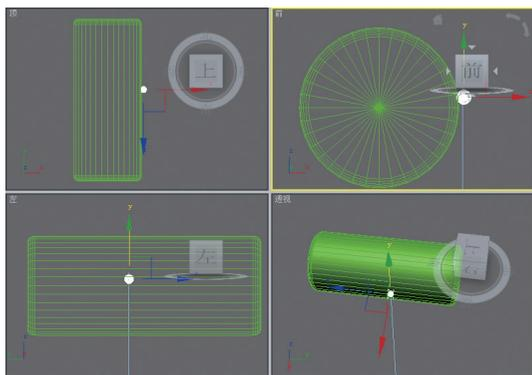

图9-96 创建顶点
**04** 再在场景中建立一个小球，将其命名为“固定点”以备用，如图9-96所示。